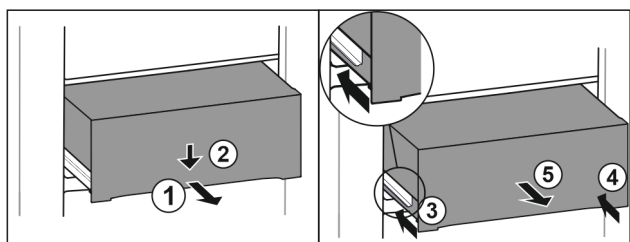

Fig. 81
- ▶ Вытяните выдвижной ящик наполовину. Fig. 81 (1)
- ▶ Вдавите выдвижной ящик в передней части вниз. Fig. 81 (2)
- ▶ Задвиньте левую направляющую прим. на 2 см. Fig. 81 (3)
- ▶ Задвиньте правую направляющую прим. на 2 см. Fig. 81 (4)
- ▶ Извлеките выдвижной ящик движением вперед. Fig. 81 (5)